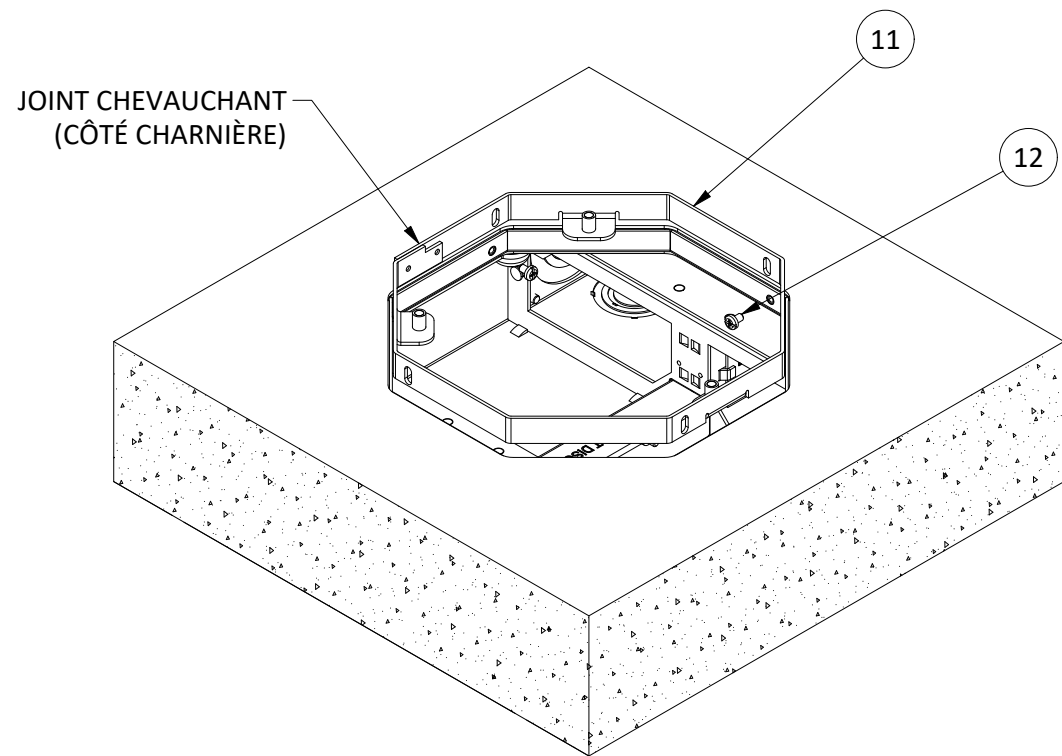

FIGURE 2
**AFTER CONCRETE POUR, SEE FIGURES 2, 3, AND 4**
**APRÈS LA COULÉE DE BÉTON, CONSULTER LES FIGURES 2, 3 ET 4.**